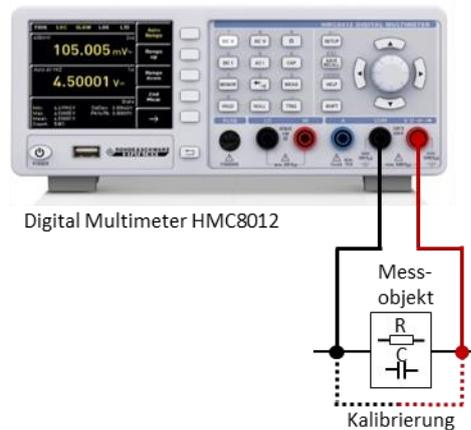

Bild 2-10: Widerstands- und Kapazitätsmessung mit dem Digital Multimeter HMC8012
- Messkabel mit den entsprechenden Buchsen **COM** und **V** wie in Bild 2-10 dargestellt auf der Geräte Vorderseite verbinden.